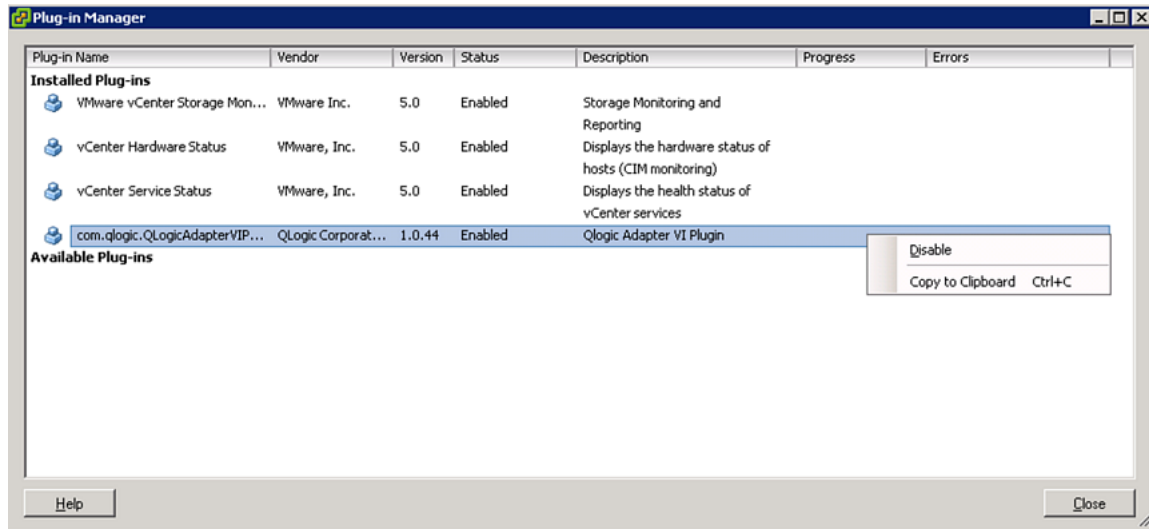

Abbildung 2-19. Umschalten des Status des QConvergeConsole vCenter Server-Plug-in
3. Wenn Sie das QConvergeConsole Plug-in aktivieren oder deaktivieren möchten, klicken sie mit der rechten Maustaste auf das Plug-in, und wählen Sie **Enabled** (Aktiviert) oder **Disabled** (Deaktiviert) aus (der Status wechselt hin und her), wie in Abbildung 2-19 dargestellt.